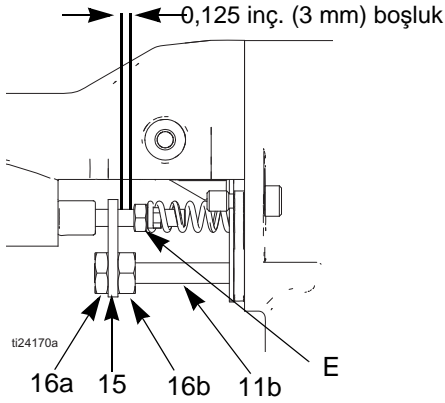

FIG. 23. Aktüatör Kolu Ayarı
2. Hava başlığını sökün, sayfa 28. Tabanca tabakasını (26) sökün.
3. Sıkıştırma somunu (16), aktüatör kolu (15) ve ayarlama somununu (16) sökün. Bkz. FIGURE 23.
Bkz. FIGURE 23.
4. Ayarlama somunları (16a) ve aktüatör kolunu (15) sökün. Bkz. FIGURE 23.